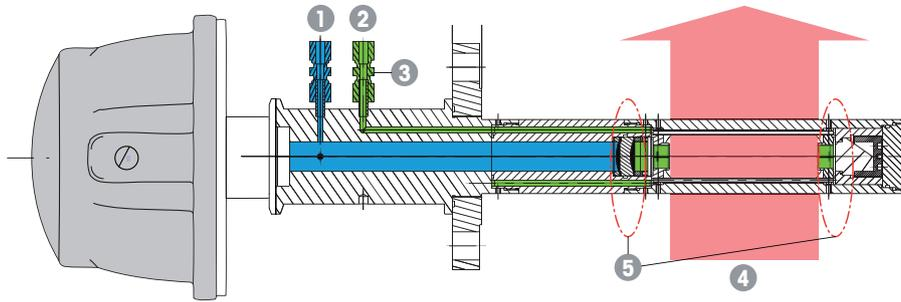

Figura 7 Configuración de purga para el sensor con purga estándar (SP)
En la Figura 7 en la página 41 y la Figura 17 en la página 46 se proporciona información detallada acerca de los requisitos de purga para un sensor con purga estándar (SP), junto con la configuración típica de los caudalímetros externos (rotámetros) necesarios para suministrar y controlar el caudal de gas de purga.